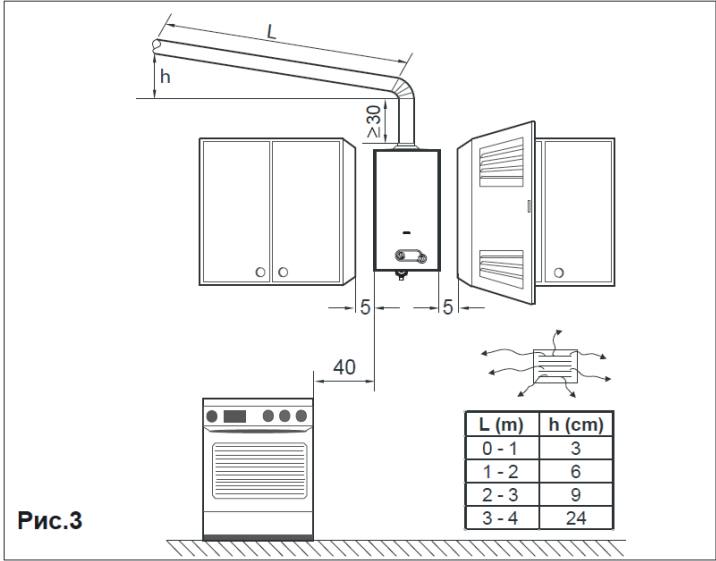

Рис.3
- Для доступа к водонагревателю оставить вокруг него свободное пространство, как показано на рис. 3.
Водонагреватели являются газовым оборудованием типа В11BS, поэтому они оборудованы устройством контроля тяги. При проектировании дымоотвода необходимо соблюдать требования действующих нормативно-правовых актов. Водонагреватель должен соединяться с дымоходом или дымовой трубой посредством дымоотводящего канала. Дымоотводящий канал должен присоединяться к дымоходу или дымовой трубе в том же помещении, где установлен водонагреватель, в крайнем случае — в смежном с ним. Материал дымоотводящего канала должен обеспечивать плотность стыков и устойчивость к механическим и тепловым нагрузкам, а также воздействию дымовых газов и конденсата. При любых внешних условиях температура в любой точке дымового канала должна быть выше точки росы. При монтаже дымоотводящего канала на горизонтальных участках необходимо обеспечить уклон вверх на 3 градуса (см. рис.3). Высота вертикального участка дымоотводящей трубы должна быть не менее 30 см.